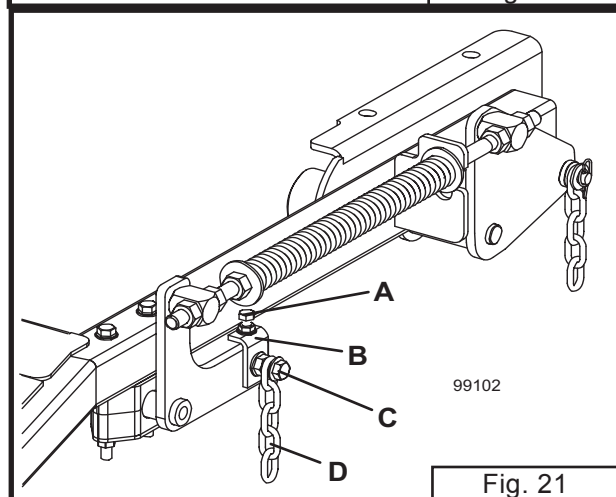

Fig. 21
6. Justeringskruen (A) sidder på det forreste klipperophæng i venstre side (henviser til fig. 21).
7. Løsn 7/16-kædebolten (C) ved det forreste klipperophæng i venstre side lidt, så justeringsbeslaget (B) kan reguleres.
8. Juster venstre side af klipperdækket op eller ned efter behov, indtil afstanden er den samme som i højre side. Når justeringskruen (A) drejes med uret, løftes klipperen og når den drejes mod uret, sænkes klipperen.
9. Drej på justeringskruen (A) indtil knivbladene i begge sider er i samme højde over gulvet.
10. Med knivbladene stillet på tværs spændes 7/16-bolten (C) sikkert fast.
11. Kontroller om løftkæder (D) er stramme og at de bærer den samme vægt. Hvis en kæde er slap, skal du kontrollere om klipperdækket er nivelleret korrekt fra for til bag (se næste afsnit).